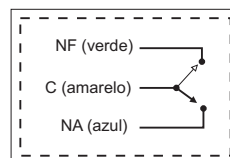

Figura 2
- Conecte os fios de controle aos contatos: C, NF e NA (Figura 2);